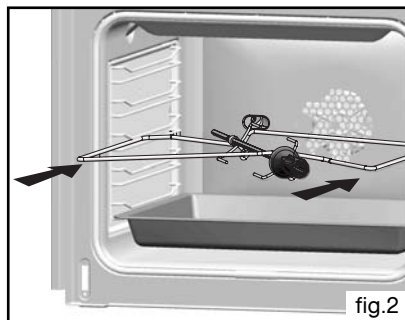

fig.2
- **Plat multi usages 20 mm (fig.2)**
- disposez le plat multi-usages au gradin N° 1 pour recueillir les jus de cuisson ou sur la sole si la pièce à rôtir est trop grosse (fig.2).
- placez la broche sur son berceau (fig.2).
Insérez les deux autres butées rouges dans les emplacements **A** prévus à cet effet (fig.2).